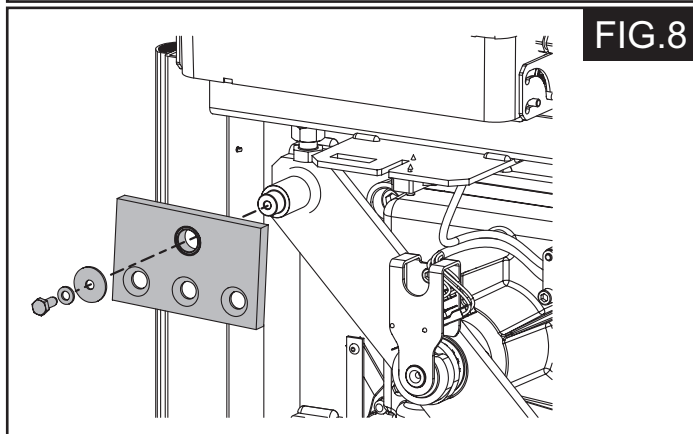

FIG.8
9.- Fije el plato porta-muelle como se indica en la (Fig. 8), en función del tipo de cierre: